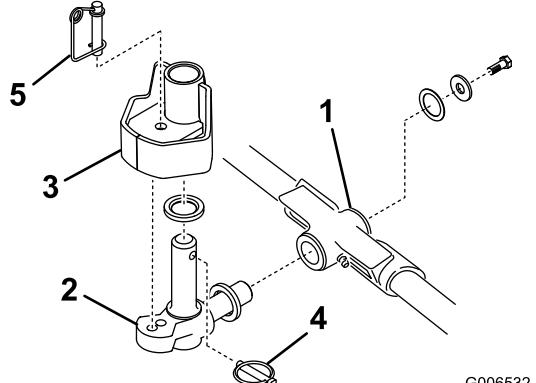

Figure 13
1. Montez une rondelle de butée sur l'axe horizontal du pivot comme montré à la Figure 13.
2. Insérez l'axe horizontal du pivot dans le tube de montage du bâti porteur (Figure 13).
3. Fixez le pivot au bâti porteur avec une rondelle de butée, une rondelle plate et une vis à embase (Figure 13).
4. Insérez une rondelle de butée sur l'axe vertical du pivot (Figure 13).
5. S'il a été déposé, insérez l'axe vertical du pivot dans le moyeu de pivot du bras de levage (Figure 13).
7. Insérez la goupille à anneau dans le trou transversal de l'axe de pivot (Figure 13).
**Remarque:** Si une position de plateau de coupe fixe est requise, insérez la goupille de blocage de direction dans le trou de fixation du pivot (Figure 13).
13. Accrochez le ressort autour du bas de la goupille de blocage de direction (Figure 13).